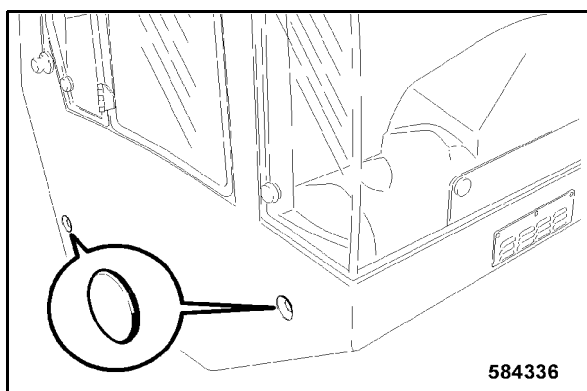

Fig. 221
- Appliquer un capuchon en matière plastique à tous les points de fixation latéraux (Fig. 221).